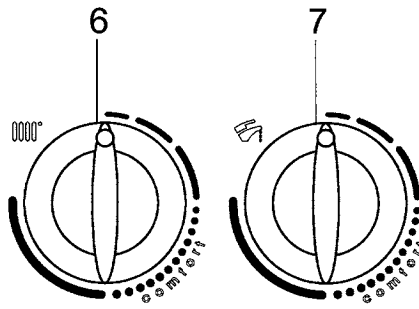

Fig. 28A
- 1) Turn the control knobs 6 and 7 (figure 26) fully anti-clockwise to their minimum positions as shown in figure 28A.
- 1) tourner les boutons 6 et 7 (figure 26) dans le sens inverse des aiguilles d'une montre en les mettant sur la valeur minimum, comme le montre la figure 28A;